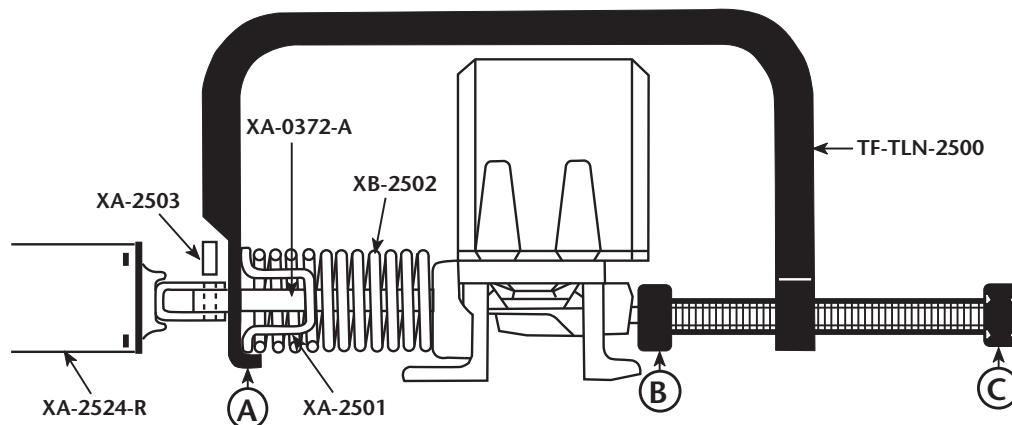

FIGURA 1
1. Enganche el extremo del compresor de resorte (A) detrás del retenedor de resorte (XA-2501).
2. Coloque el bloque de pivote (B) del compresor de resorte en el extremo opuesto del perno de ajuste de la zapata deslizante (vea la *Figura 1*).
3. Coloque un dado de 5/8" sobre la cabeza hexagonal del tornillo del compresor y use un trinquete (**NO USE UNA LLAVE DE IMPACTO**) para comprimir el resorte hasta que se pueda quitar el pasador de retención (XA-2503), como se muestra en la *Figura 1*.